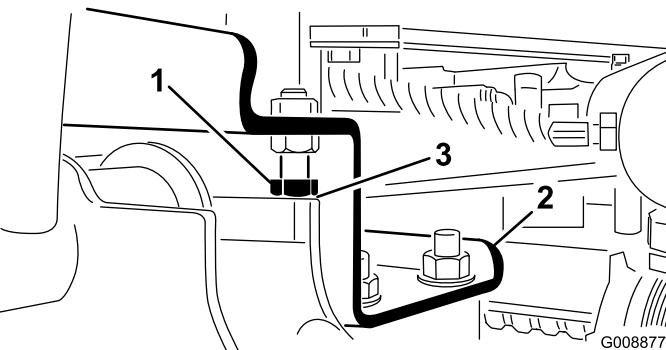

図 26
- A. ストップボルトを戻して、シリンダを調整して必要なすきまを作る（図 26）。
- 2. 各昇降アームとストップボルトとの隙間が 0.13-1.02 mm の間にあるかどうか点検する(図 26)。